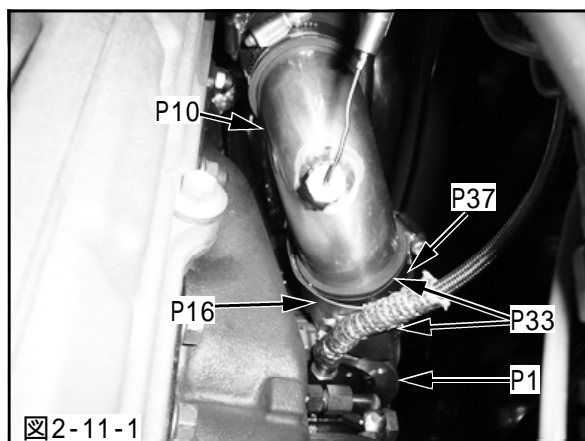

図2-11-1
(1)チャンバパイプ 1をターボチャージャAssyに取付けてください。その際、ヒートインシュレータを共締めしてください。(図2-11-1)